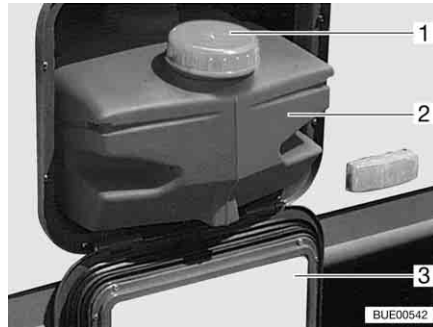

Fig. 162 Réservoir d'eau 22 l
Fermer le réservoir d'eau pendant le transport, à l'aide du couvercle de fermeture (Fig. 162,1).
- Ouvrir le portillon de service (Fig. 162,3) (voir chapitre 6).
- Soutirer le réservoir d'eau (Fig. 162,2).
- Soutirer le réservoir d'eau (Fig. 162,2) et le vidanger.